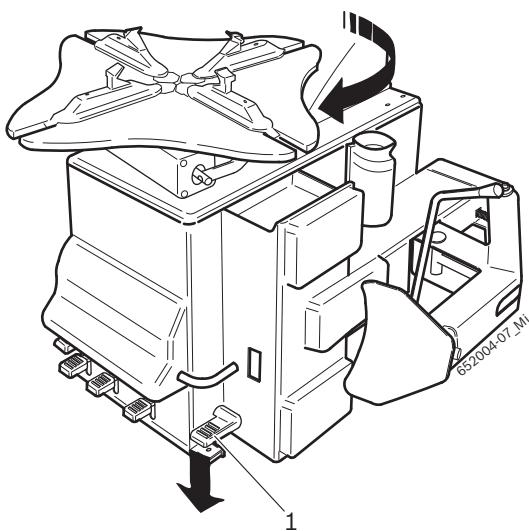

Fig. 2: Controllo del senso di rotazione
Per il funzionamento regolare del TCE 4335 è di fondamentale importanza che, premendo il pedale indicato in Fig.2 (1), il senso di rotazione della flangia di serraggio sia orario.